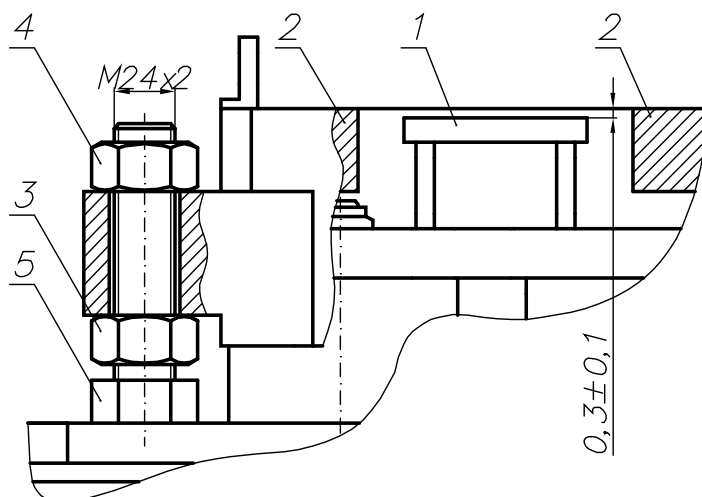

Рис. 12. Схема настройки зазора.
- не менее 1 раза в 2 недели контролировать зазор между опорой поддона и верхней поверхностью вибростола, рис. 12. Для контроля использовать щуп и линейал. Для изменения величины зазора необходимо ослабить гайку стопорную и, вращая регулировочную гайку 3, установить необходимый зазор. Величина зазора контролируется в центре вибростола и в четырех его крайних точках. После настройки и проверки величины зазора стопорную гайку 4 затянуть, проверку повторить еще раз;